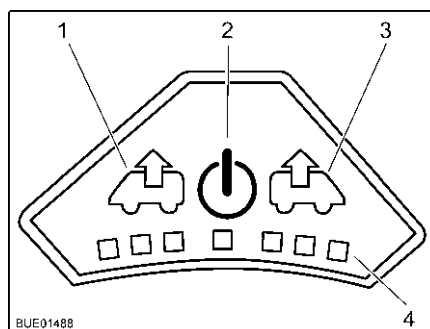

Bild 125 Fläkreglage
- Tryck på på/av-knappen (Bild 125,2). Fläkten går i komfortläge (vädring med lägsta fläktvarvtal).
- För att höja fläktvarvtalet: Tryck på vädringsknappen (Bild 125,1). Fläktvarvtalet i vädringsriktningen ökar en nivå. Lampor (Bild 125,4) visar de olika nivåerna.
- För att minska fläktvarvtalet: Tryck på ventilationsknappen (Bild 125,3). Fläktvarvtalet minskar en nivå.
- För att höja fläktvarvtalet: Tryck på ventilationsknappen (Bild 125,3). Fläktvarvtalet i ventilationsriktningen ökar en nivå. Lampor (Bild 125,4) visar de olika nivåerna.
- För att minska fläktvarvtalet: Tryck på vädringsknappen (Bild 125,1). Fläktvarvtalet minskar en nivå.
- Tryck på på/av-knappen (Bild 125,2). Fläkten stannar och lamporna släcks.